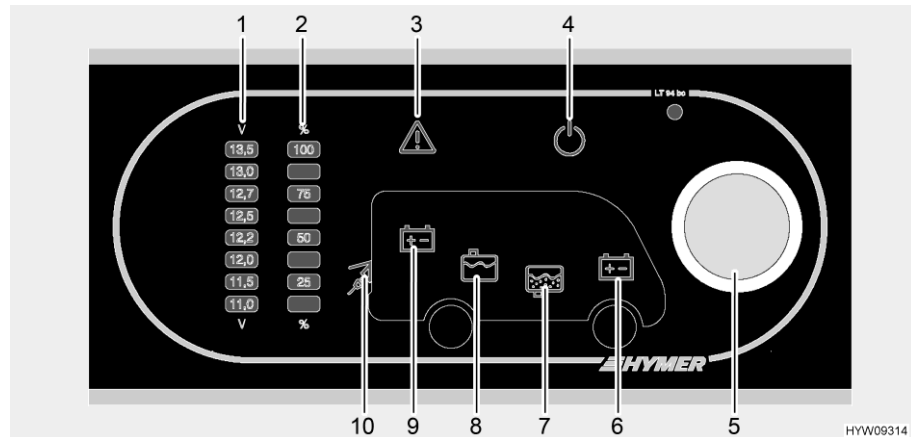

Bild 95 Panel (LT 94)
Der Drehtaster (Bild 95,5) schaltet das Panel und die 12-V-Versorgung des Wohnraums ein und aus.
- Den Drehtaster (Bild 95,5) drücken: Die 12-V-Versorgung des Wohnraums ist eingeschaltet. Die 12-V-Kontroll-Leuchte (Bild 95,4) leuchtet.
- Den Drehtaster (Bild 95,5) drücken: Die 12-V-Versorgung des Wohnraums ist ausgeschaltet. Die 12-V-Kontroll-Leuchte (Bild 95,4) erlischt.
Über den Drehtaster (Bild 95,5) lässt sich sowohl die Spannung der Wohnraumbatterie als auch die Spannung der Starterbatterie abfragen. Die Spannung wird an der Anzeigeskala für Batteriespannung (Bild 95,1) angezeigt.
- Drehtaster (Bild 95,5) drehen, bis das Symbol der Batterie leuchtet, deren Spannung abgefragt werden soll.
Spannung der Wohnraumbatterie wird angezeigt (Bild 95,9)
Spannung der Starterbatterie wird angezeigt (Bild 95,6)
- Spannung an der Anzeigeskala Batteriespannung (Bild 95,1) ablesen.
Über den Drehtaster (Bild 95,5) lässt sich sowohl der Füllstand des Wassertanks als auch der Füllstand des Abwassertanks abfragen. Der Füllstand wird an der Anzeigeskala Tankfüllstand (Bild 95,2) angezeigt.
Anzeigen: ■ Drehtaster (Bild 95,5) drehen, bis das Symbol des Tanks leuchtet, dessen Füllstand abgefragt werden soll.
Füllstand des Wassertanks wird angezeigt (Bild 95,8)
Füllstand des Abwassertanks wird angezeigt (Bild 95,7)
- Füllstand an der Anzeigeskala Tankfüllstand (Bild 95,2) ablesen.
Die Warnleuchte Alarm (Bild 95,3) blinkt, sobald festgelegte Grenzwerte überschritten oder unterschritten werden.
Die Warnleuchte Alarm (Bild 95,3) blinkt, sobald die Spannung der Batterie 11 V unterschreitet. Wenn die 12-V-Versorgung eingeschaltet ist, leuchtet zusätzlich das entsprechende Batteriesymbol (Bild 95,6 oder 9), und die Anzeige "11,0" auf der Anzeigeskala Batteriespannung (Bild 95,1) blinkt. Tiefentladung droht.
Die Warnleuchte Alarm (Bild 95,3) blinkt und das entsprechende Tanksymbol (Bild 95,7 oder 8) leuchtet, sobald der Wassertank leer oder der Abwassertank voll ist.
Die 230-V-Kontroll-Leuchte (Bild 95,10) leuchtet, wenn am Eingang des Elektroblocs Netzspannung vorhanden ist.